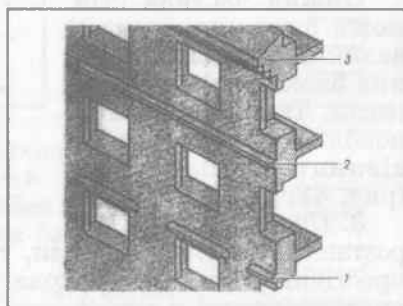

Рис. 45. Види карнизів:
7. *Карниз* – горизонтальний виступ зі стін. У будівництві розрізняють кілька видів карнизів: вінцевий, що завершує верхню частину стіни; поясок, який розділяє по висоті фасад будівлі; сандрик – карниз над окремими прорізами і входом у будівлю. Карнизи є різними завширшки і завтовшки. Часто у будівлі поєднують кілька видів карнизів (див. рис. 45).